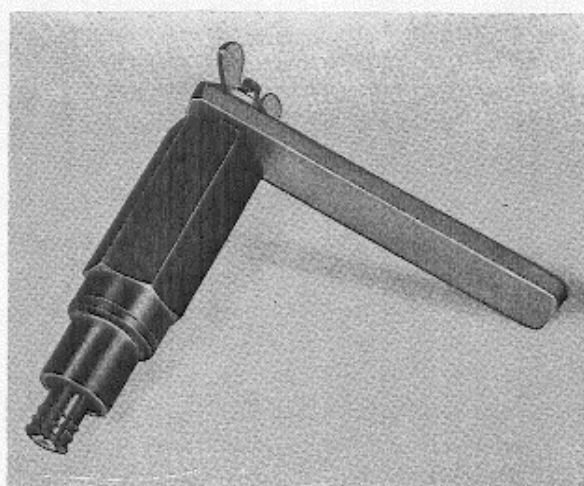

Fig. 3-50. Gereedschap voor demontage van busen
- Pers, sla of trek de versleten bussen er met een hiertoe geschikt stuk gereedschap uit. Speciale gereedschappen voor de borstelhouder en het eind-schild laten Fig. 3-50 en 3-51 zien.